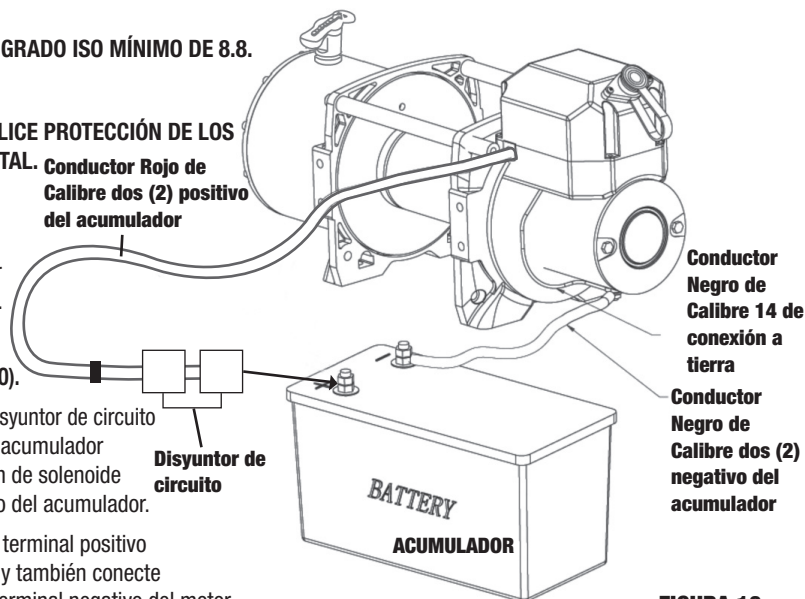

FIGURA 10
Paso 2 Siga el diagrama de conexión eléctrica (**FIGURA 10**). Atornille el disyuntor de circuito al extremo del terminal del conductor Rojo de Calibre dos (2) del acumulador que viene conectado desde la fábrica al conjunto de conmutación de solenoide sellado. Ahora conecte el disyuntor de circuito al terminal positivo del acumulador.
Paso 3 Conecte el conductor Negro de Calibre dos (2) del acumulador al terminal positivo del motor (del Cabrestante) situado en la parte inferior del motor y también conecte el conductor Negro de Calibre 14 de conexión a tierra al mismo terminal negativo del motor.
Paso 4 Conecte el otro extremo de terminal del conductor Negro de Calibre dos (2) del acumulador al terminal negativo del acumulador.